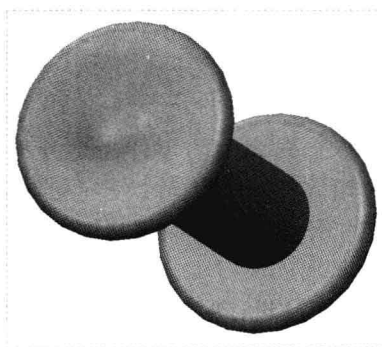

图 11-62 替换元件
Step 06 单击“应用并保存在特征工具中所做的所有更改, 然后关闭工具对话框”按钮 , 即可替换元件, 如图 11-62 所示。